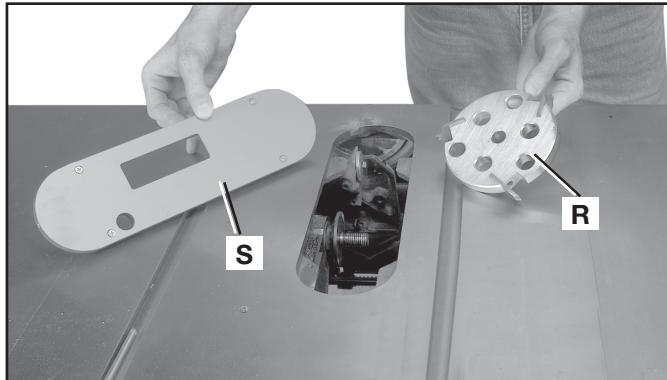

FIG. 70
AVERTISSEMENT : Ne jamais utiliser une fraise à moulurer (R) Fig. 70 en position de biseau. De plus, utiliser l'insert de table accessoire (S) pour la fraise à moulurer au lieu de l'insert standard de la table.
1. La fig. 70 montre une fraise à moulurer (R) assemblé sur l'axe de la scie. De plus, utiliser l'insert de table accessoire (S) pour la fraise à moulurer au lieu de l'insert standard de la table.